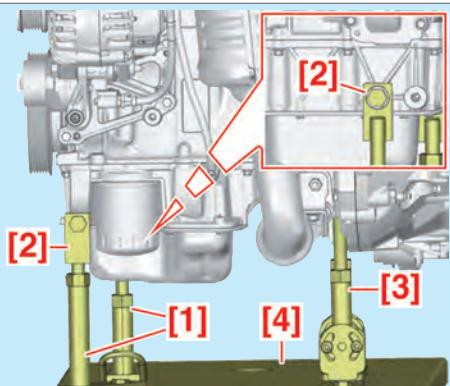

Fig.5
- Assembler les outils [1] et [2] (Fig.5).